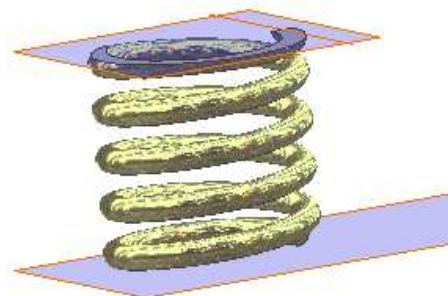

Рис. 157
**Сохраните файл** пружина и **закройте** его (рис. 157).